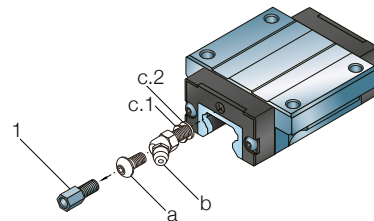

Abb. 33
1. Entfernen Sie den Schmiernippel (**b**) und die Unterlegscheiben (**c.1** und **c.2**), oder den Gewindestift (**a**) (↳ **Abb. 33**)